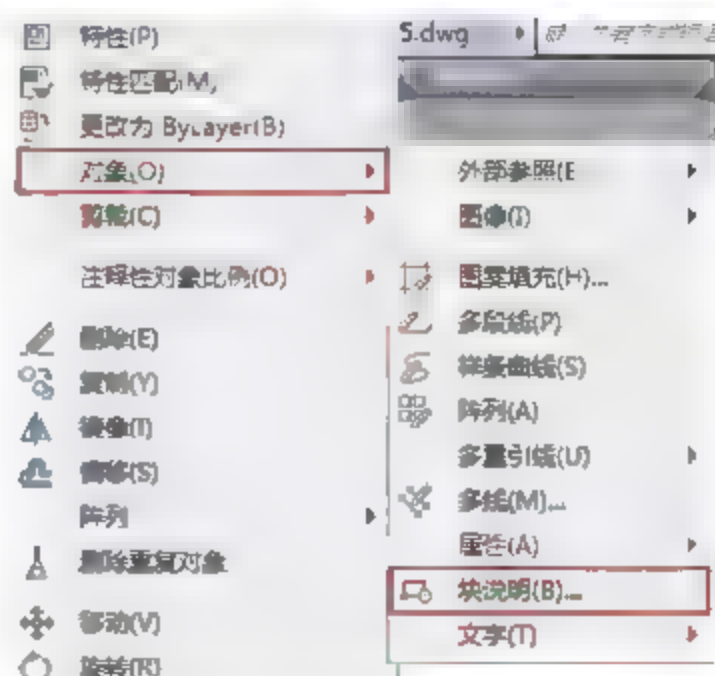

图7-17 选择命令
- 菜单栏：选择菜单【修改】|【对象】|【块说明】命令，如图7-17所示。